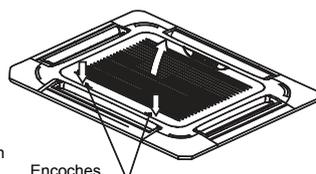

Fig.5-9
■ Faites glisser les deux languettes vers le centre en même temps et tirez-les vers le haut. (Voir Fig. 5-9)